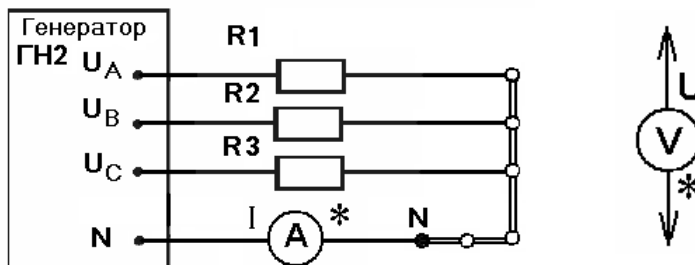

Рис. 1
1.1. В качестве активной **симметричной** нагрузки для электрической схемы рис. 1 использовать следующие элементы стенда СЗ-ЭТ01:
- 2.1. В качестве активной **несимметричной** нагрузки для электрической схемы рис.1 использовать следующие элементы стенда СЗ-ЭТ01: